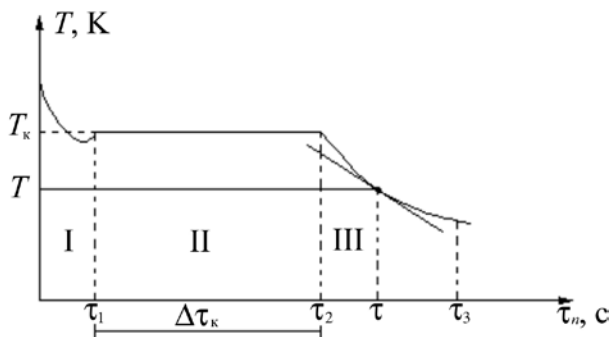

Рис. 2
Следовательно, для определения удельной теплоты кристаллизации $\lambda_{\text{к}}$ олова и изменения его энтропии ΔS в этом процессе необходимо измерить $T_{\text{к}}$, $\Delta \tau_{\text{к}}$ и вычислить производную $\frac{dT}{d\tau}$ функции $T = f(\tau)$ в произвольной точке, соответствующей температуре T твердого олова в процессе его охлаждения. Производная $\frac{dT}{d\tau}$ находится из графика (рис. 2), построенного по результатам эксперимента (кривая охлаждения – область III).
6. Включить секундомер и через каждые 15 – 20 секунд снимать показания милливольтметра, фиксирующего термоэдс, пропорциональную разности температур олова и окружающей среды $Q = T - T_{\text{ср}}$. Измерения продолжать до тех пор, пока не будут пройдены три области процесса охлаждения (рис. 2):